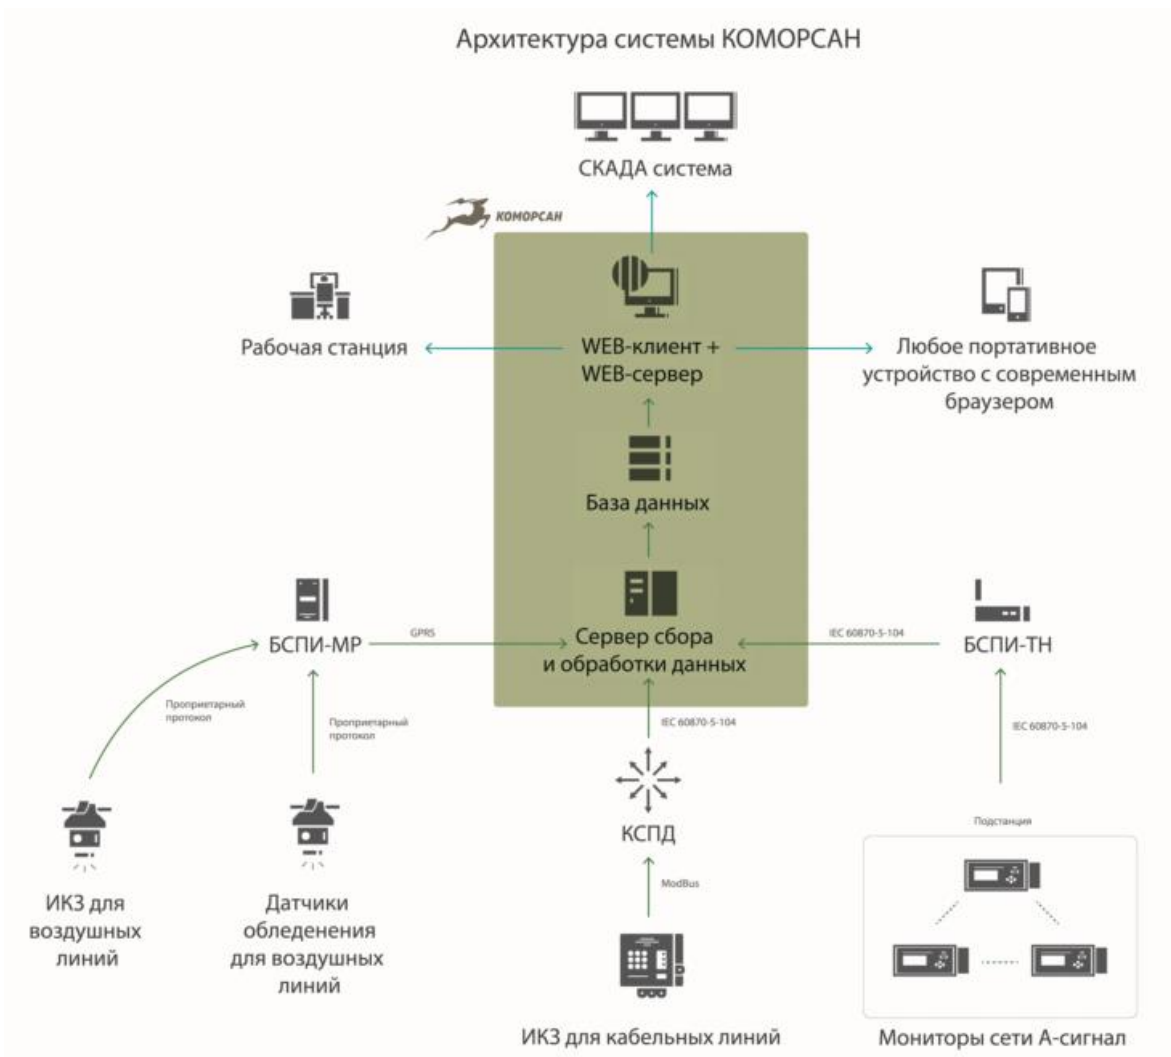

Рисунок 1
- Программные продукты WEB-сервер и WEB-клиент (см. Рисунок 1).